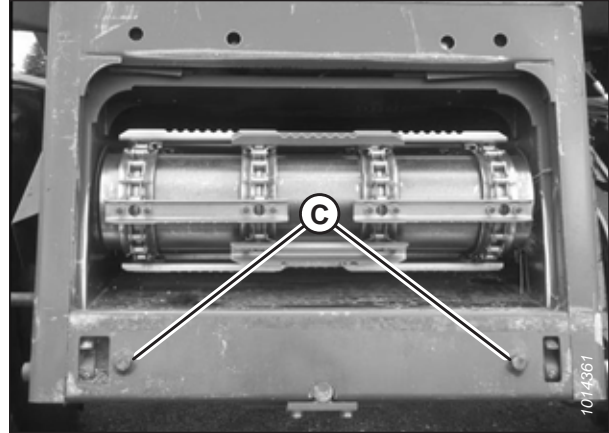

Рисунок 4.51: Установочные штифты
3. Запустите двигатель и плавно подведите комбайн к жатке, пока наклонная камера не окажется прямо под верхней поперечиной копирующего модуля (A) и направляющие штифты (C) (см. рис. 4.51, страница 392) на наклонной камере не совместятся с отверстиями (B) на раме копирующего модуля.